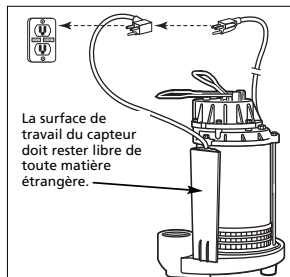

Figure 2 - Capteur d'eau Switch Genius™
3. Insérer la fiche du cordon de la pompe directement à l'arrière de la fiche du cordon à capteur d'eau (figure 2).
4. La pompe doit être vérifiée chaque mois pour assurer son bon fonctionnement. La pompe se vérifie pour assurer son bon fonctionnement en retirant brièvement le cordon de la pompe de l'arrière de la fiche du capteur d'eau et en l'insérant directement dans la prise mise à la terre. Dans cet état, la pompe fonctionnera continuellement. Lorsque le fonctionnement de la pompe est vérifié, replacer le cordon de la pompe à l'arrière de la fiche du capteur d'eau (voir la figure 2).
5. Essuyer régulièrement la surface du capteur d'eau pour éviter que de la vase ou autres revêtements s'accumulent sur le capteur (voir la figure 2).